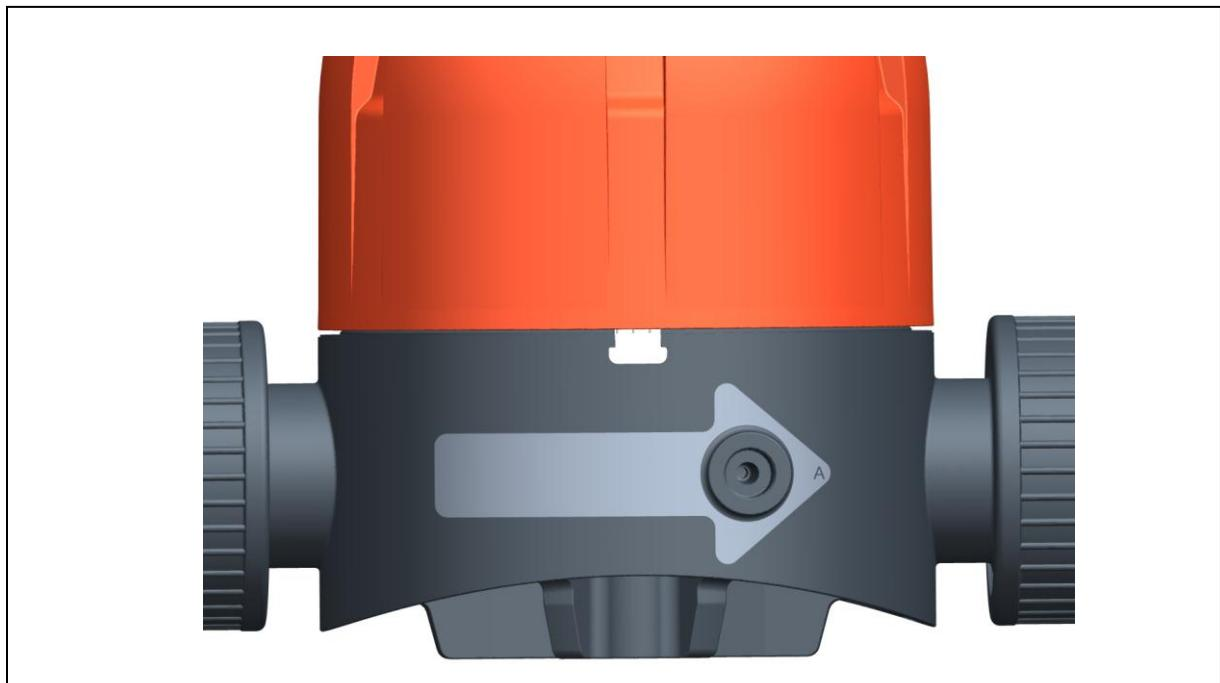

Fig. 1
- Respecter le sens d'écoulement, voir la flèche de direction sur la partie inférieure (Fig. 1)